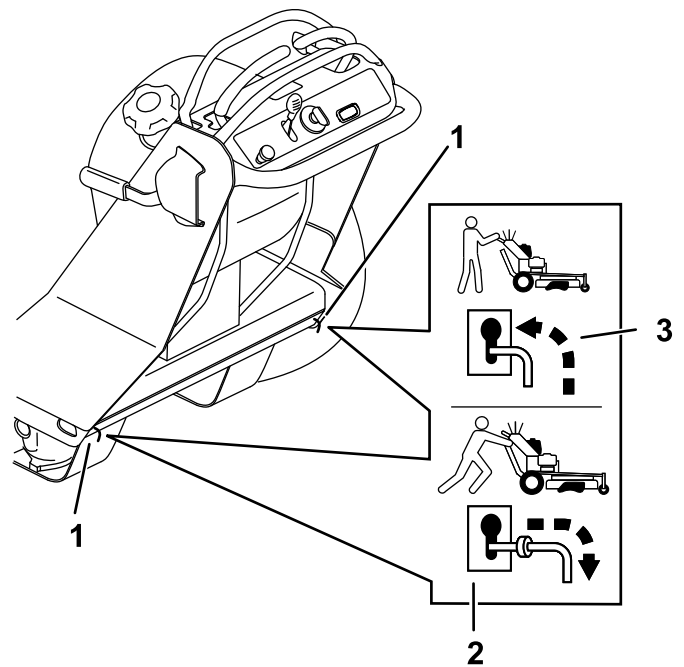

Figura 67
4. Mueva las dos palancas de desvío hacia atrás a través del orificio con forma de bocallave y hacia abajo para bloquearlas en esa posición (Figura 67).
7. Apague el motor y mueva las palancas de desvío hacia delante a través del orificio con forma de bocallave y hacia abajo para bloquearlas en esa posición (Figura 67).